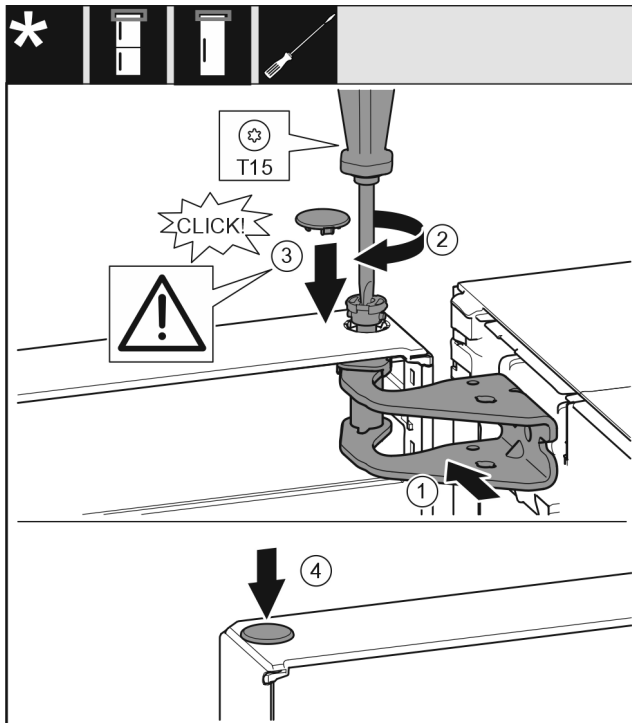

Fig. 22
- ▶ Dvere hore vyrovnajte s otvorom v ložiskovej konzole. Fig. 22 (1)
- ▶ Vložte čap a pevne ho priskrutkujte skrutkovačom T15. Fig. 22 (2)
- ▶ Namontujte poistný kryt pre poistku dverí: nasadíte poistný kryt a skontrolujte, či prilieha ku dverám. Inak čap vložte úplne. Fig. 22 (3)
- ▶ Nasadíte zátku. Fig. 22 (4)